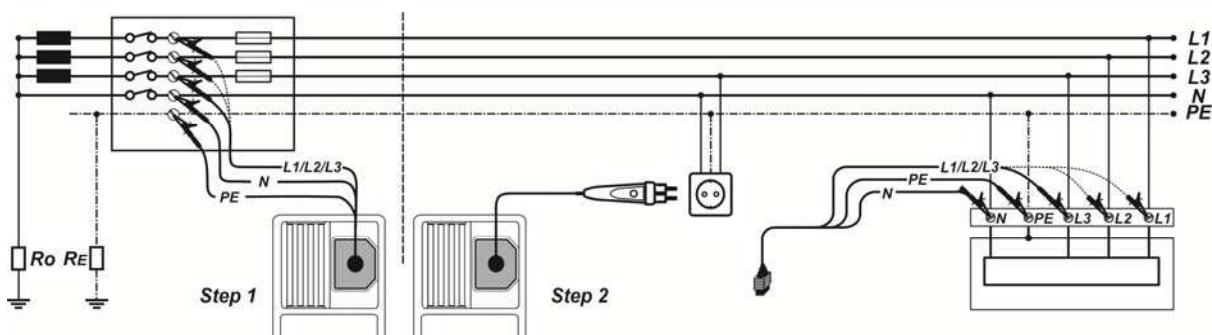

Рисунок 5.23: Измерение падения напряжения линии фаза-нейтраль или фаза-фаза – подключение штепсельного щупа «plug commander» и 3-проводного тестового кабеля
- **Подключите** измерительные выводы (проводку) ко входу электрической установки (см. Рисунок 5.23: Измерение падения напряжения линии фаза-нейтраль или фаза-
- Подключите** испытательные провода к точкам измерений (см. Рисунок 5.23: *Измерение падения напряжения линии фаза-нейтраль или фаза-фаза – подключение штепсельного щупа «plug commander» и 3-проводного тестового кабеля*)